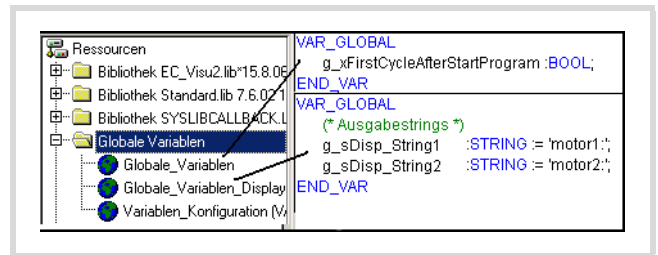

Abbildung 95: Deklaration der Display-Variablen
- Deklaration der (Display-)Variablen zur Anzeige Eingabe in der Liste „Globale_Variablen_Display“ → Abbildung 95
► Deklarieren Sie zunächst für jedes Textelement, das Sie anzeigen möchten, wie z. B. „motor1“, in der Liste „Globale_Variablen_Display“ eine Variable vom Typ „String“ nach folgendem Beispiel (siehe auch Abbildung 95):
- Setzen Sie in diesem Programm eine Hilfsvariable „g_xFirstCycleAfterStartProgram“, die Sie nach Beendigung des ersten Zyklus zurücksetzen. Die Hilfsvariable ist global zu deklarieren → Abbildung 95.